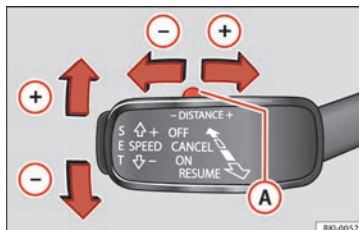

Fig. 212 A la izquierda de la columna de la dirección: tercera palanca para manejar el control adaptativo de velocidad.
*Una vez iniciada la marcha, si se desea establecer la velocidad actual como velocidad de cruce del vehículo y activar el ACC, pulse la tecla **SET** » **fig. 212**. En caso de que se desee »*
Para aumentar o reducir el nivel de distancia pulse la tecla basculante hacia la derecha/izquierda » **fig. 212 A**.